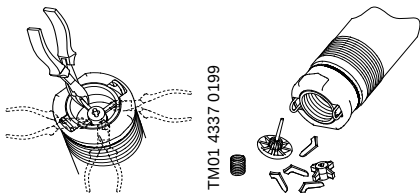

Fig. 7
- 1. Cortar los soportes de la guía de la válvula, utilizando alicates de corte lateral u otra herramienta similar, ver fig. 7.